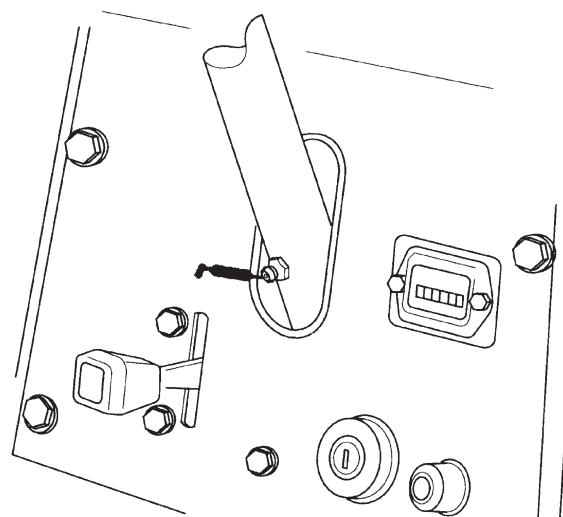
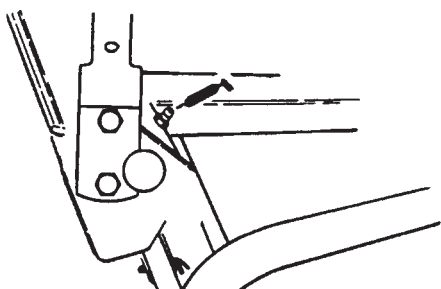
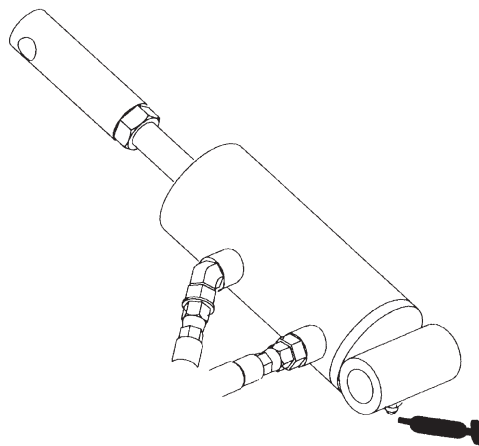
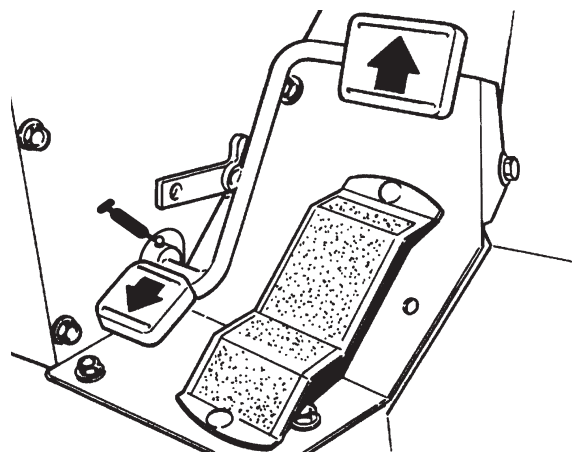

Fig. 20
Fig. 22
Fig. 24
Fig. 25
### SMØRING AV LAGRE OG FORINGER (Fig. 20–26)
Rattsøylen (fig. 20), styretøyene (2) (under skjørtet under styreseksjonen), styreakselen (2) (fig. 22), løftearmene (3) (fig. 22), dreiepunktet til bakre løftesylder (fig. 24) og kjørepedalens dreiepunkt (fig. 25).